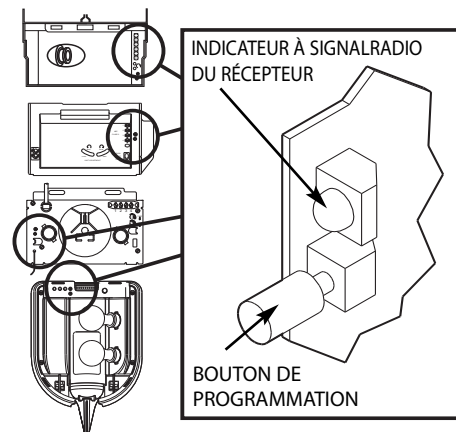

Fig. 1
- Étape 2-2** Appuyer et relâcher le bouton de programmation du **Fig. 1**.